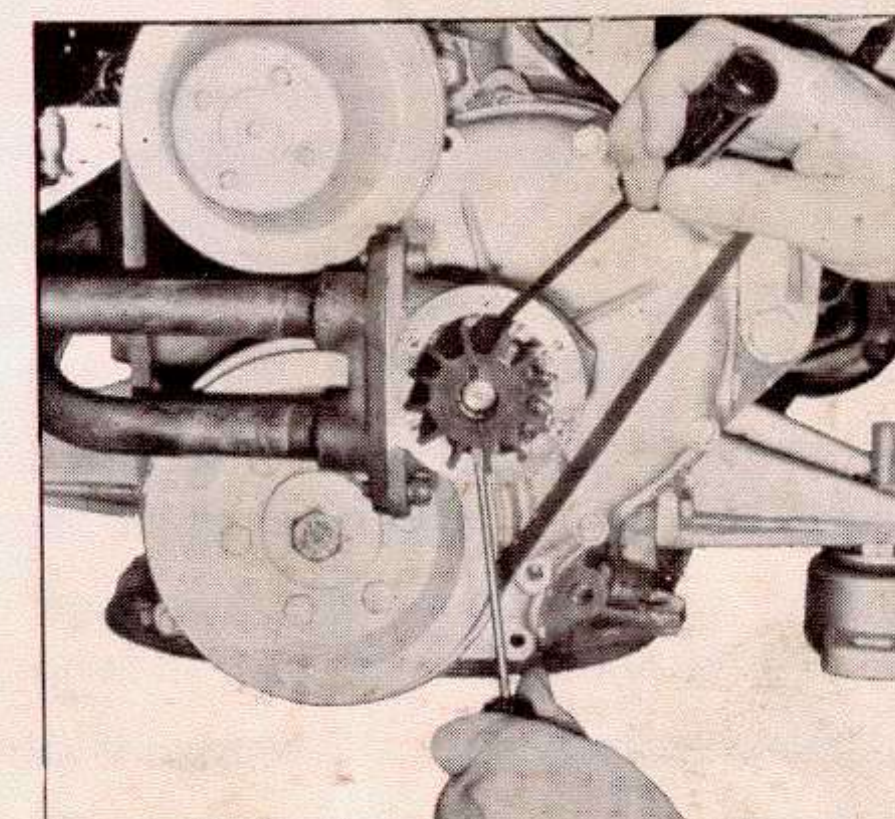

Fig. 54 6-cylindriga motorn
2. Drag av pumphjulet från axeln. På den 6-cyl. motorn använd två skruvmejslar och bänd loss pumphjulet, se fig. 54. Lägg skydd under skruvmejslarna så att pumphuset ej skadas. Gör ren pumphuset invändigt och montera det nya pumphjulet. Medför alltid reservpumphjul ombord.